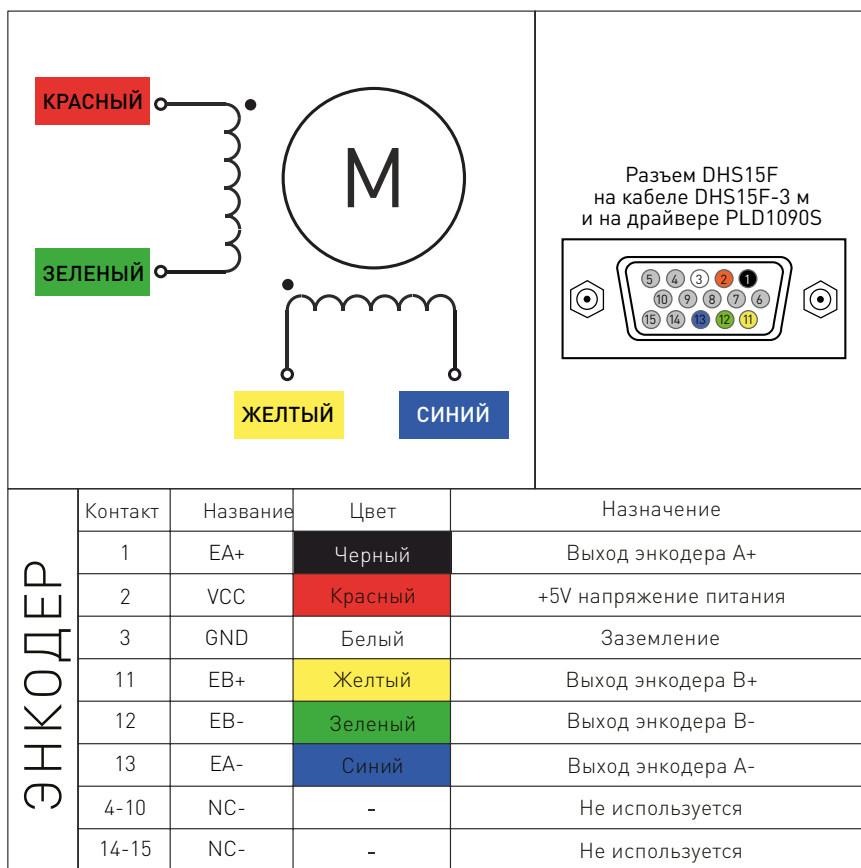
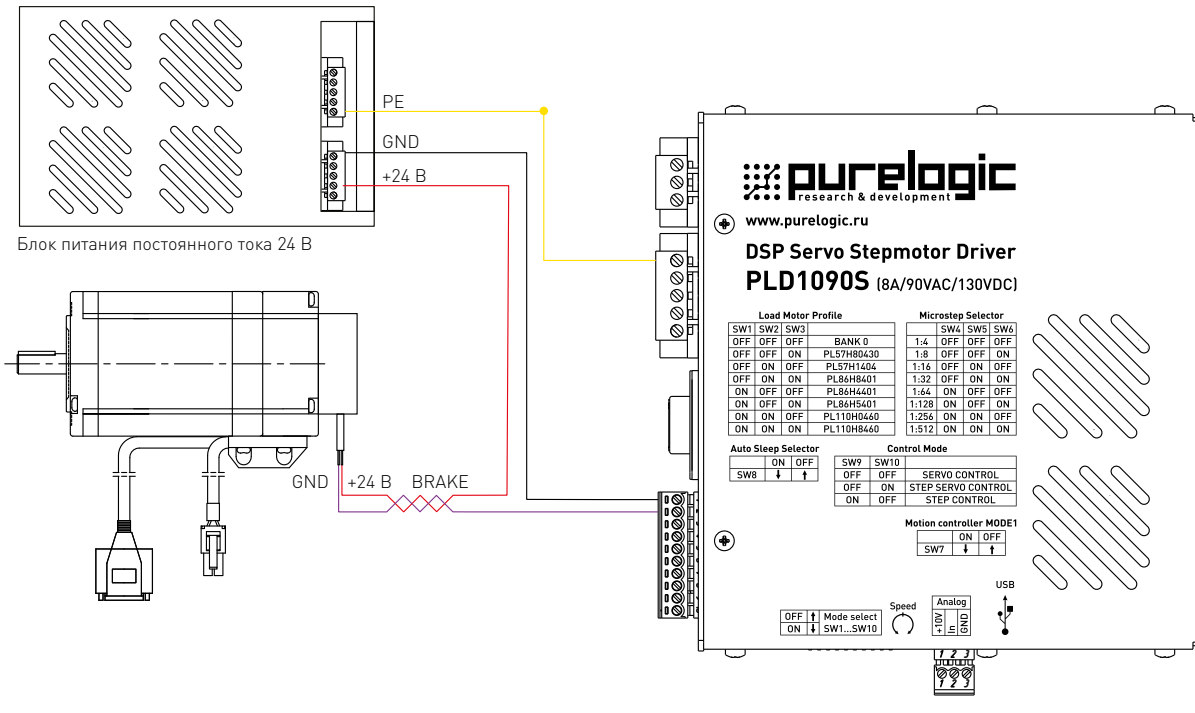

Рисунок 7 — Подключение двигателей к драйверу.
Рисунок 8 — Подключение тормоза к драйверу.
PLD1090S — цифровой драйвер серво-шагового двигателя (СШД) на базе сигнального процессора DSP с возможностью настройки параметров драйвера при помощи ПК по USB интерфейсу. Подключение СШД производства Purelogi с R&D к драйверу осуществляется согласно рис. 8 (клеммы PH1.1[+A], PH1.2[-A] и PH2.1[+B], PH2.2[-B] и разъем энкодера). Также на рис. 8 показано назначение контактов в разъеме энкодера. Подключение драйвера PLD1090S осуществляется согласно рис. 7.
- в открывшемся окне программы конфигуратора указать COM-порт, присвоенный драйверу PLD1090S. Номер порта можно найти, нажав WIN+PAUSE в Диспетчере Устройств, в группе Порты (COM и LPT) (рис. 6). Далее необходимо нажать кнопку "Подключить" (рис. 7).